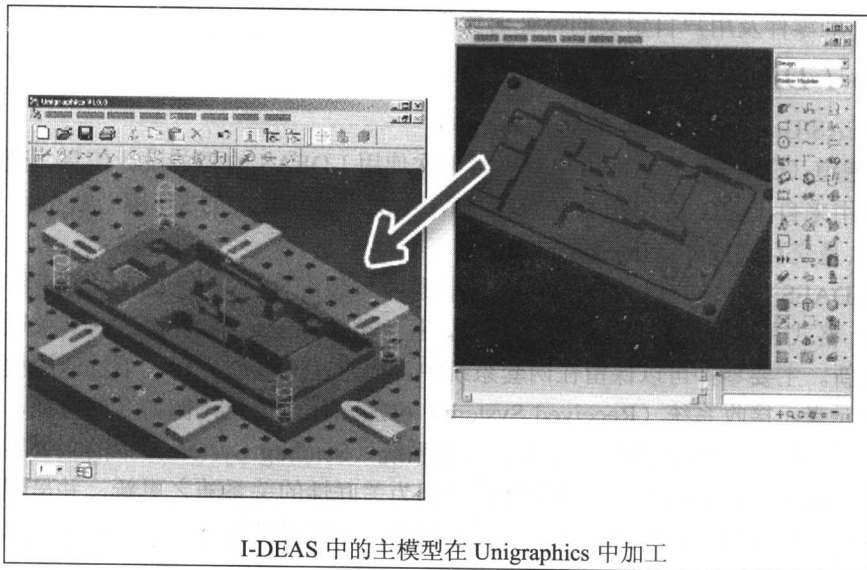

图 1-11 I-DEAS 中的主模型在 Unigraphics 中加工
- (2) 加工 (Manufacturing): 另一种传统的做法是在 I-DEAS 上建立主要零件模型,然后将此零件输入 UG 以建立 NC 刀具路径,当 I-DEAS 中的主要零件修改时,零件的修改部分及在 UG 中建立的 NC 刀具路径也会随之更新,如图 1-11 所示。